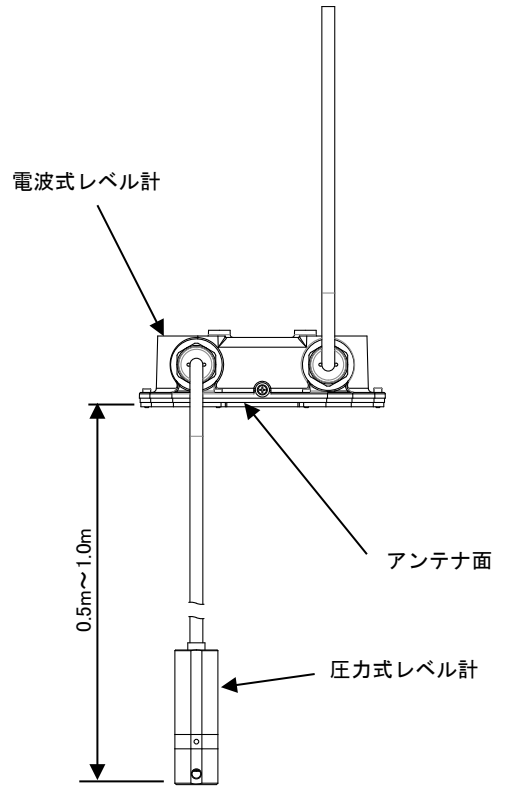

図 2-3 圧力式レベル計設置位置
- 圧力式レベル計の設置位置は図 2-3 のように電波式レベル計のアンテナ面よりも 0.5m～1.0m 下に設置してください。